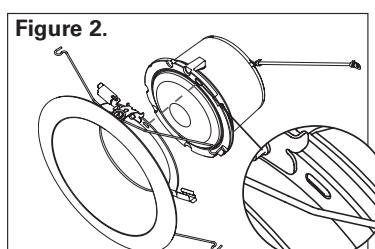

Figure 2.
2. Align post on LED light module (A) with slot on trim. (Figure 2)
2. Alignez le poteau sur le module (A) d'éclairage à DEL avec la fente sur la garniture. (Figure 2)